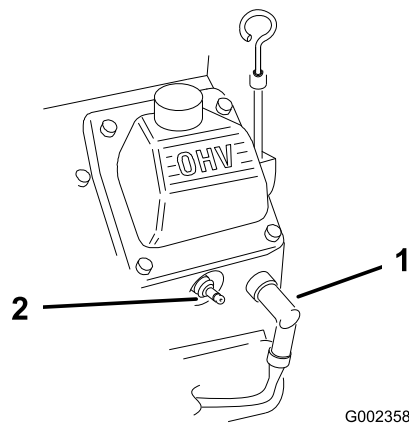

Figura 29
- Scollegate i cappellotti dalle candele (Figura 29).